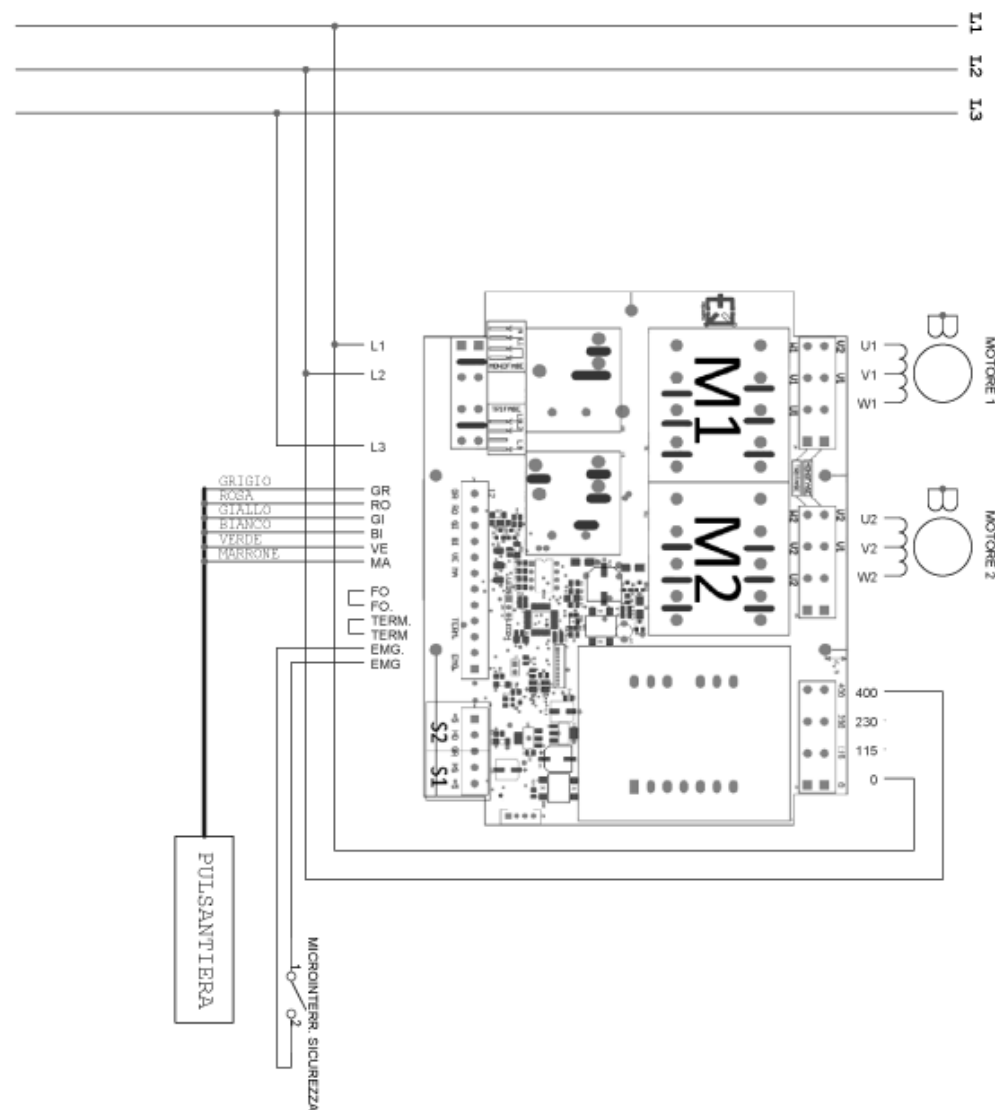

Fig. 2.4.1
2.4.1 - Schema elettrico trifase a 400V (Fig. 2.4.1)
La zona dove si intende installare la macchina deve essere orizzontale solida ed il piano di appoggio deve garantire il sostentamento in sicurezza. Inoltre occorre posare la macchina mantenendo ampio spazio intorno ad essa tenendo conto delle dimensioni di appoggio indicate nella Fig. 2.4.1. Questo consente maggiore manovrabilità nelle fasi di lavoro e garantisce l'accesso nei successivi interventi di manutenzione.